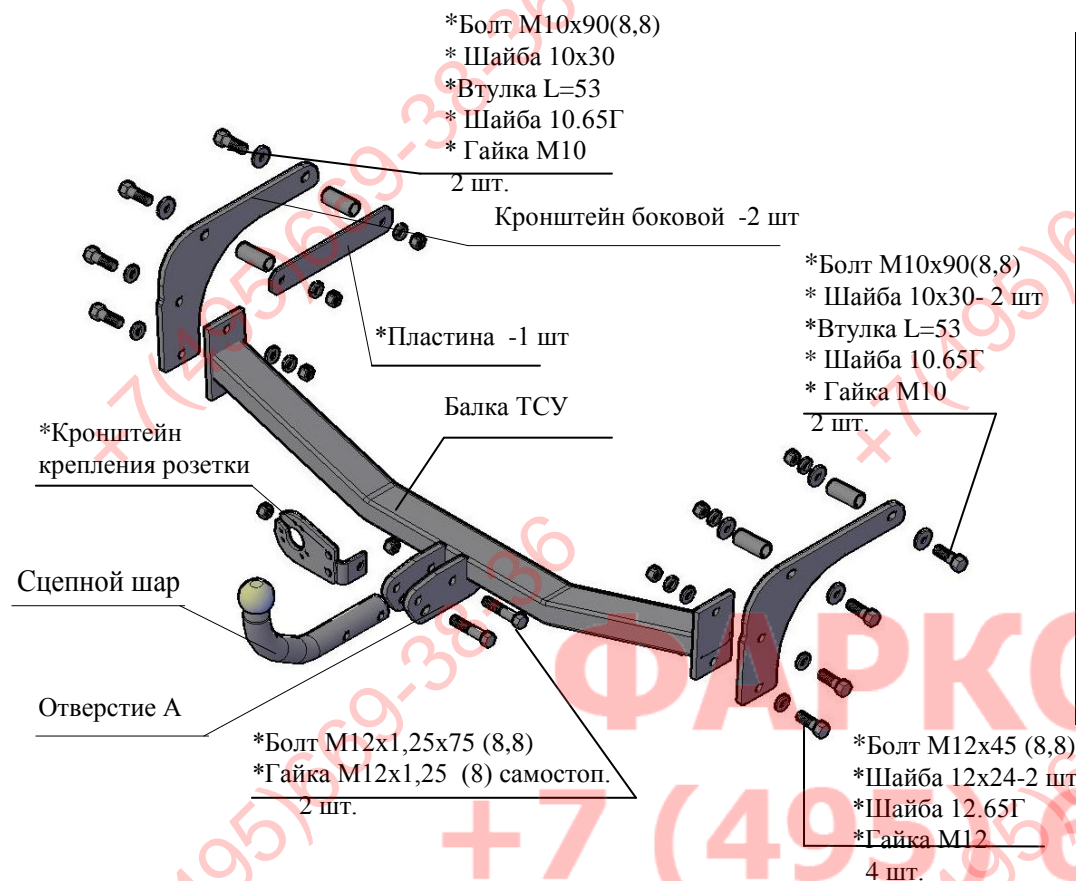

Рис.1 Тягово-сцепное устройство ТСУ 2040.
2.1 ТСУ 2040 в сборе (рис.1)	1 шт.
2.2 Пакет с комплектующими (см. рис.1)	1 шт.
- 4.3 Закрепить боковые кронштейны к боковым внешним полкам лонжеронов а/м болтами М10х90 и гайками М10 (болты ставить с внешних сторон лонжеронов соответственно рис.1), под головки болтов подложить шайбы 10х30, под гайки слева (по ходу а/м) подложить шайбы 10.65Г и пластину, справа под гайки подложить шайбы 10.65Г и шайбы 10х30. Внутри лонжеронов установить дистанционные втулки. Крепеж не затягивать.